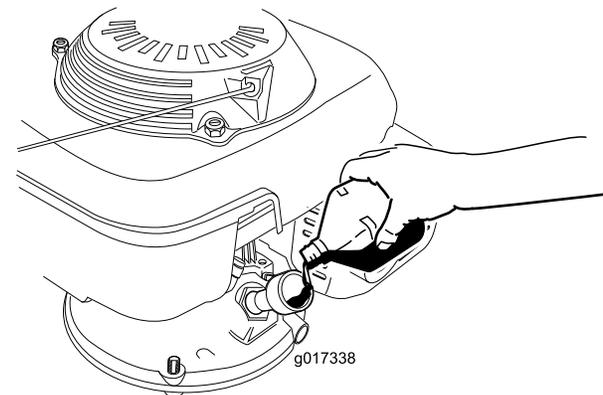

Рисунок 7
3. **Медленно** налейте масло в маслозаливное отверстие, подождите 3 минуты, после чего проверьте уровень масла масломерным щупом. Для этого вытрите щуп дочиста и вставьте его в маслозаливное отверстие, **не ввинчивая при этом** крышку в маслозаливное отверстие (Рисунок 7).